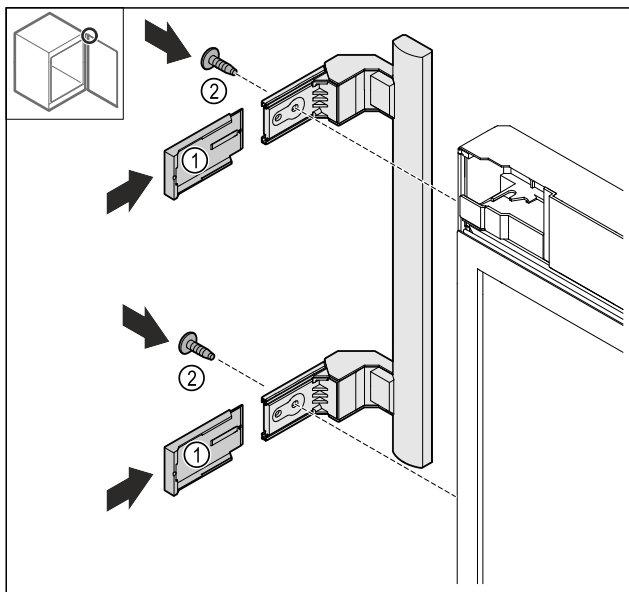

Fig. 26
- ▶ Нахлузете капците Fig. 26 (1).